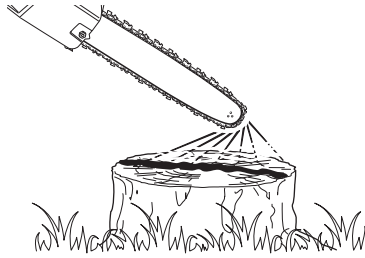

Fig. 14
2. Asegúrese de que la espada (4) y la cadena (3) estén instaladas al comprobar el suministro de aceite.
3. Encienda el producto (consulte la sección “Interruptor de encendido/apagado” a continuación); siga pulsando el interruptor de encendido/apagado (17) y compruebe si el aceite de cadena se suministra como se muestra en la figura (Fig. 14).